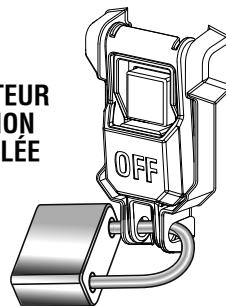

Fig. 50
- NOTE :** Pour éviter toute utilisation non autorisée, installer un cadenas (non compris) à travers les trous du commutateur et du cache, comme il est illustré à la figure 50.